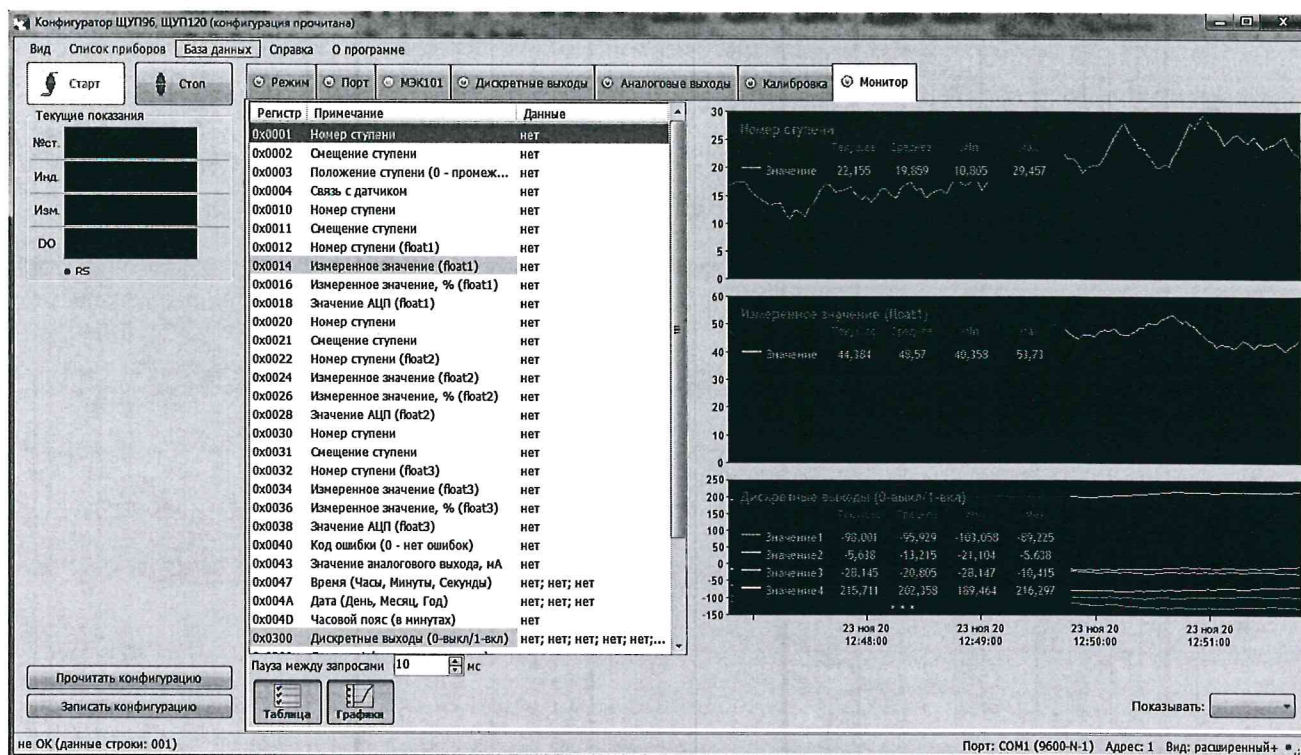

Рисунок 10 – Окно редактирования вкладки «Монитор»
3.7.9 Вкладка «Монитор» предназначена для опроса указателя, считывания данных по заданным адресам регистров и сохранения данных в файл (рисунок 10). Опрос регистров происходит последовательно.